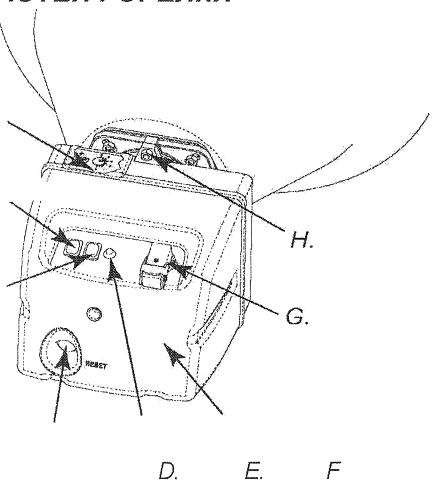
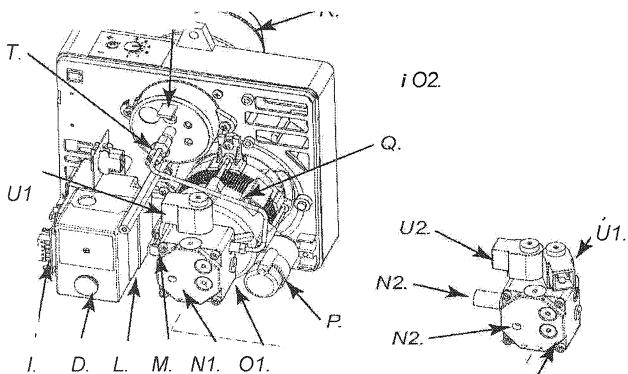

Рисунок 5 – Устройства контролирующие работу нагревателя XL9.
Рисунок 6 – Сост. части горелки нагревателя XL9.
Внимание: Перед введением нагревателя в действие следует убедиться в том, что кнопка (C рис. 5) находится в соответствующей позиции &.
Установить переключатель (5) в положении включения (I). Нагреватель начнет работать в режиме предварительной вентиляции через 10 секунд после начала работы горелки. С целью достижения максимальной производительности следует установить переключатель в позиции, как показано на рисунке (С рис.5) (A^Δ).
Перед введением нагревателя в действие или после полного опорожнения топливного канала, когда поступление топлива к насадке выхода топлива слишком мало, происходит включение предохраняющего устройства, осуществляющего контроль над пламенем (см. пункт ПРЕДОХРАНЯЮЩИЕ УСТРОЙСТВА), в результате чего наступает выключение нагревателя. В этом случае следует, подождав около минуты, нажать кнопку повторного запуска (D на рис. 5) и включить нагреватель. Если нагреватель не включается, следует сделать следующее:
2. нажать кнопку повторного запуска (D на рис. 6). Если нагреватель по-прежнему не работает, следует ознакомиться с содержанием раздела НЕИСПРАВНОСТИ И ИХ ВОЗМОЖНЫЕ ПРИЧИНЫ с целью выяснения причины такой ситуации.
Повернуть переключатель (В на рис. 5) в положение выключения (О) либо выключить термостат или контролирующее устройство (часовой регулятор), если какое-либо из этих устройств было подключено к нагревателю. Пламя погаснет, но поток воздуха будет циркулировать по-прежнему, до момента завершения цикла предварительной вентиляции (охлаждения).
Нагреватель оснащен предохраняющим устройством (L на Рис. 6), которое контролирует силу пламени. Если в процессе работы нагревателя возникнут неисправности, контролирующее устройство выключает горелку и вызывает подсветку кнопки повторного запуска (D на Рис. 5). Перед повторным введением в действие нагревателя следует идентифицировать и устранить причину, которая привела к выключению горелки.
- Снять корпус горелки (F. Рис. 5), с целью доступа к насосу горелки (O1. о O2 Рис. 6);
- Вынуть горелку из камеры сжигания (Рис. 5).